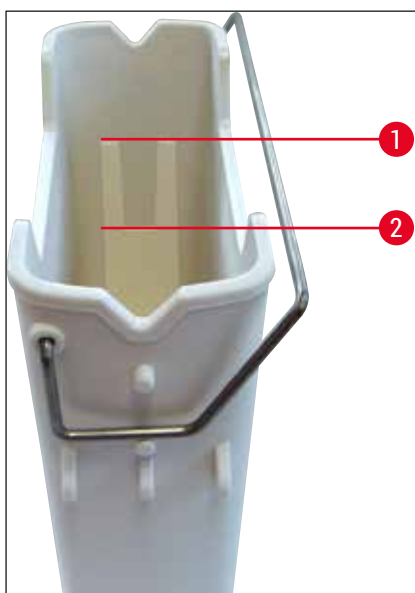
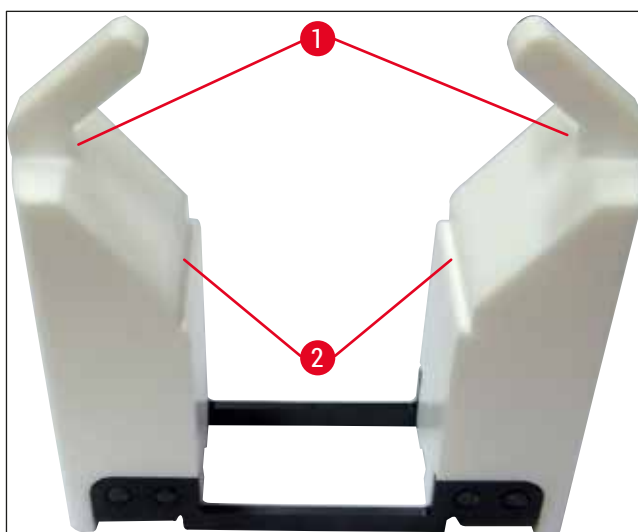

Abb. 66
Abb. 67
Kontrollieren, dass der Reagenzienküvettenbügel korrekt an der Reagenzienküvette angebracht ist. Ist dies nicht der Fall, den Bügel entsprechend der (→ "Abb. 66") befestigen.
- Zum Befüllen beider Reagenzienküvettentypen die Füllstandsmarkierungen innerhalb der Reagenzienküvetten beachten (→ "Abb. 66") (→ "Abb. 67").
- Soll der Einsatz für Spezialfärbungen (→ "Abb. 67") zur Reduzierung des Reagenzienvolumens in den Reagenzienküvetten verwendet werden, diesen zuerst in die Reagenzienküvette einsetzen und danach die Reagenz bis mindestens zur angezeigten minimalen Füllhöhe (→ "Abb. 67-2"), jedoch nicht über die maximale Füllhöhe (→ "Abb. 67-1") einfüllen.